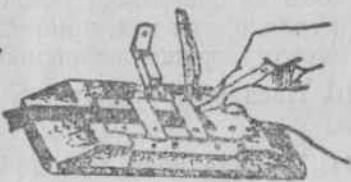

Рис. 24. Зачистка концов фильма
8.4.3. Откройте правый прижим и удалите обрезок правого конца. Закройте прижим, следя за тем, чтобы левый конец остался прижатым и не соскочил с зубцов. Унирая скребок в край правого прижима, как показано на рис. 24, произведите плавным перемещением скребка поперек фильма зачистку выступающего конца до полного удаления эмульсии.